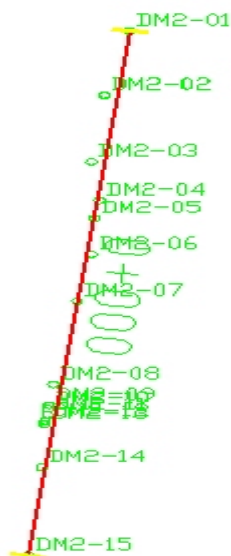

图 3-8
- 1、 点击【数据处理】【绘制断面界线】，输入断面桩号 0+000，选取 DM2-01 的点位圆心作为断面线起点点位，选取 DM2-15 的点位圆心作为断面线终点点位，出现如图 3-8：